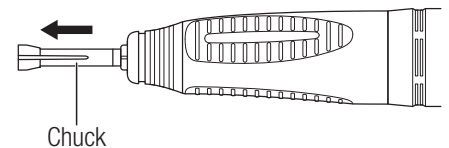

Fig. 9
- 3) Remove the chuck (Fig. 9).